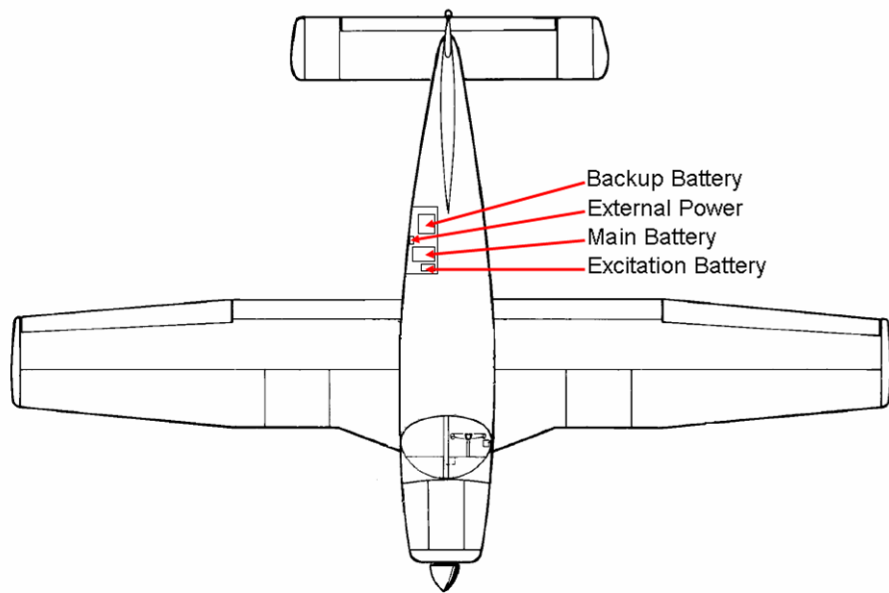

Bild 1 Position Sicherheitsbatterie
- Ein Draht des Sicherungselementes (14, 17) ancrimpen mit einem Stossverbinder (16).
- Flachsteckverbinder (15) an der zweiten Seite des Sicherungselementes ancrimpen.
3. Installation der Sicherheitsbatterie (Siehe Bild 1)
- Sicherheitsbatteriehalter „UNTEN“ (2) auf dem „Shelf-Battery-Assy“ oder dem installierten TAE Battery Board in Flugrichtung rechts, hinter der Hauptbatterie installieren. Siehe Piper IPC oder Thielert AMM-40-02.
- Acht Löcher (bei 14V) und zwölf (bei 28V) in Befestigungsfüße des Batteriehalters „UNTEN“ (2) bohren. Die Löcher müssen gleichmäßig in 2 bzw. 3 Reihen in Längsrichtung in das Blech gebohrt werden. 4 Löcher pro Reihe.
- Batteriehalter „UNTEN“ (2) zum Anreißen der zu bohrenden Löcher im Flugzeug verwenden.
- Batteriehalter „UNTEN“ (2) mit acht Nieten (30) bei 14V und zwölf Nieten (33) bei 28V befestigen.
- Circuit Breaker „CB Backup“ (7) an vorgesehener Position am Batteriehalter (3) mit zwei Schrauben (8), zwei Scheiben (9) und zwei Muttern (10) befestigen.
- **ACHTUNG:** Scheiben (9) unter den Muttern (10) anbringen!
- Batterie (für 14V Version 1x (1)), (für 28 V Version 2x(1)) in den Batteriehalter „UNTEN“ (2) einsetzen und den Batteriehalter „OBEN“ (3) auf die Batterie (1) setzen.